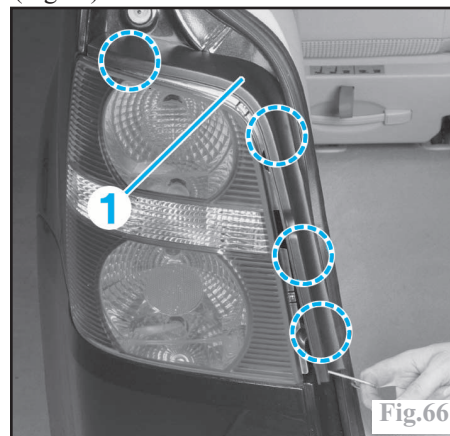

Fig.66
Déposer l'écran (1) du feu arrière (Fig.66).